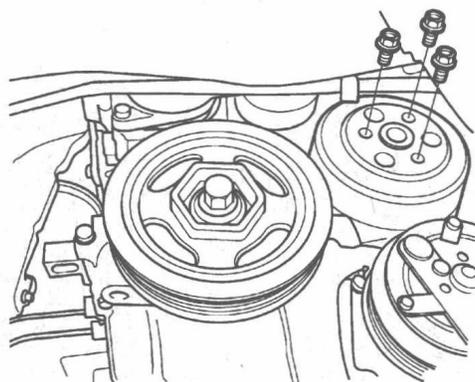

图 1-1-2
- (3) 拆下右前轮。
- (4) 拆下右侧挡泥板。
- (5) 松开水泵带轮安装螺栓。
- (6) 拆下传动带。
- (7) 拆下水泵带轮,如图1-1-2所示。